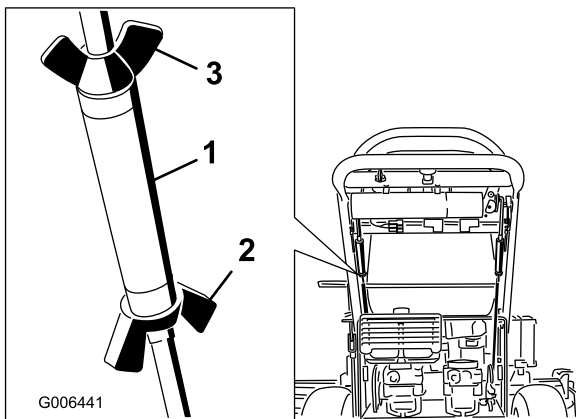

Bild 32
3. Lösen Sie die Flügelmuttern an der rechten Steuerstange und drehen Sie die Spannschraube rein oder raus, um sicherzustellen, dass der Steuerhebel in der arretierten Neutral-Stellung zentriert ist. Befestigen Sie die Spannschraube mit der Flügelmutter (Bild 32).
4. Lösen Sie die Flügelmutter an der linken Steuerstange und drehen Sie die Spannschraube hinein oder heraus, um die Spurweite zu verstellen. Befestigen Sie die Spannschraube mit der Flügelmutter (Bild 32).